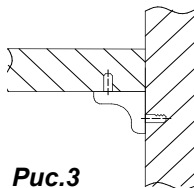

Рис.3
5. Установить ст. гориз.поз.6 на фиксирующие полкодержатели поз.083 - рис.3